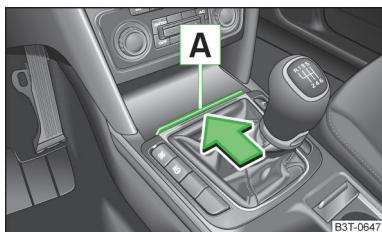

Fig. 64
➤ Presionar sobre el borde de la tapa **A** » fig. 64 en el sentido de la flecha.
- Abrir el cenicero » fig. 64 de la página 83.